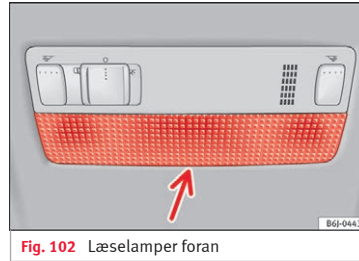

Fig. 102 Læselamper foran
- Før den flade klinge af en skruetrækker mellem huset og glasset » Fig. 102.